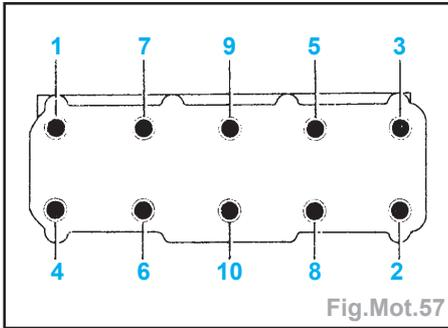

Fig.Mot.57
- A l'aide de la seconde tige filetée (A) soulever légèrement le moteur jusqu'à ce que la tige filetée (B) soit délestée.
- Retirer la tige filetée (B).
- Desserrer les boulons de culasse dans l'ordre indiqué et les dévisser complètement (Fig.Mot.57).